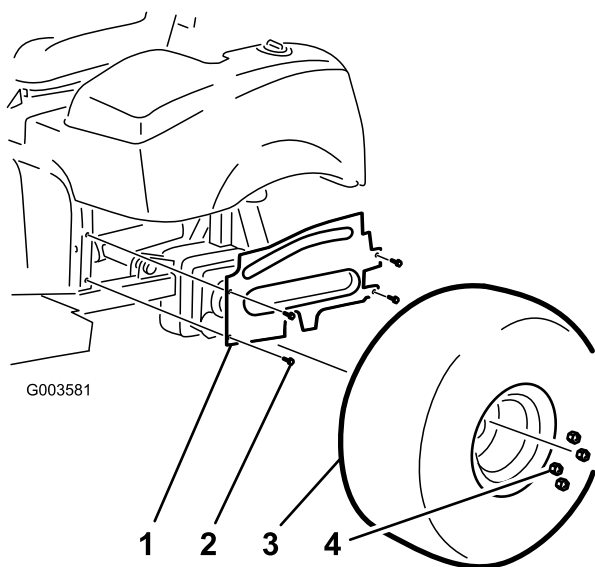

Figura 5
4. Remova os 4 parafusos de cabeça flangeada que prendem o resguardo da roda do lado esquerdo à estrutura (Figura 5). Retire e guarde o resguardo e hardware.